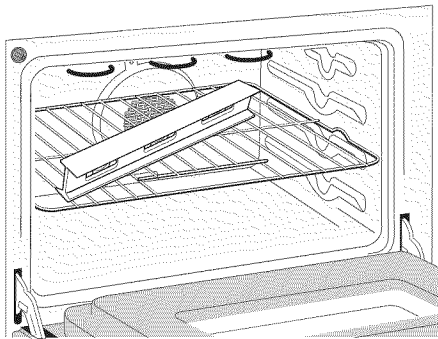

Figure 4
2. Siga las instrucciones en la página anterior para la conexión del alambre de cuatro conductores a la cocina (Fig. 4).
2. Siga las instrucciones en la página anterior para la conexión del alambre de cuatro conductores a la cocina (fig. 4).